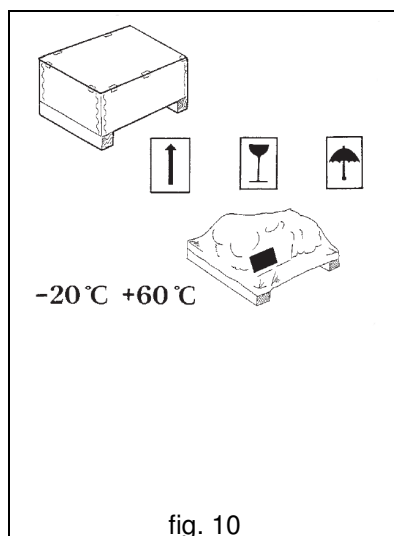

fig. 10
- Förpackningen kan vid behov vara försedd med skyltar och piktogram som ger viktig information om hantering och transport (vikt, hanteringspunkter, lagringsinformation etc.), se fig. 10.